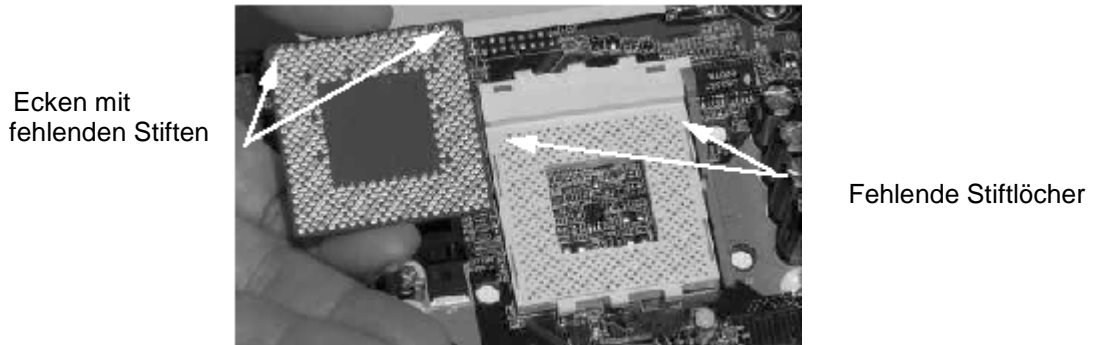

Abbildung 3: Unterseite des Prozessors mit fehlenden Eckstiften
3. Abbildung 3 zeigt die Unterseite (Anschlußseite) des Prozessors. Sie sehen, daß in den beiden oberen Ecken des Anschlußfelds die Stifte fehlen. Sie erkennen auch, daß in den oberen Ecken des Sockels (dort, wo die Beschriftung "Socket 462" steht) die Stiftlöcher ebenfalls fehlen. Der Prozessor ist so einzusetzen, daß die Anordnungen der Stifte und Stiftlöcher übereinstimmen. Wenn der Prozessor richtig sitzt, muß sich die unter 45 ° abgeschrägte Ecke des Prozessors neben dem Lösegelenk befinden.